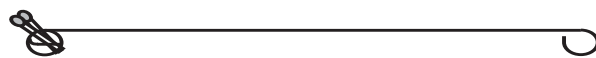
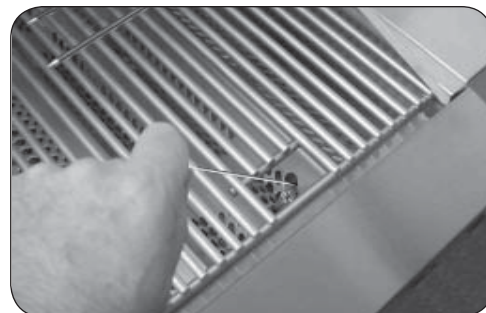

Fig. 22-2 - Titulaire de match
Fig. 22-3 - MAllumage manuel
2. Insérez soit un brûlant long baril briquet au butane, un match à longue tige de brûlure, ou une allumette en feu détenues par un titulaire d'extension de fil (Fig. 22-2) À travers les grilles de cuisson du brûleur (Fig. 22-3). Pour backburners, maintenez la flamme contre le matériau perforé de la veilleuse.
4. Si le brûleur ne se allume pas dans les cinq (5) secondes de tourner le bouton de commande, enfoncez immédiatement le bouton et tournez la valve à AU LOIN. ATTENDEZ CINQ (5) MINUTES avant de répéter les étapes 2 à 4 des instructions manuelles d'éclairage.